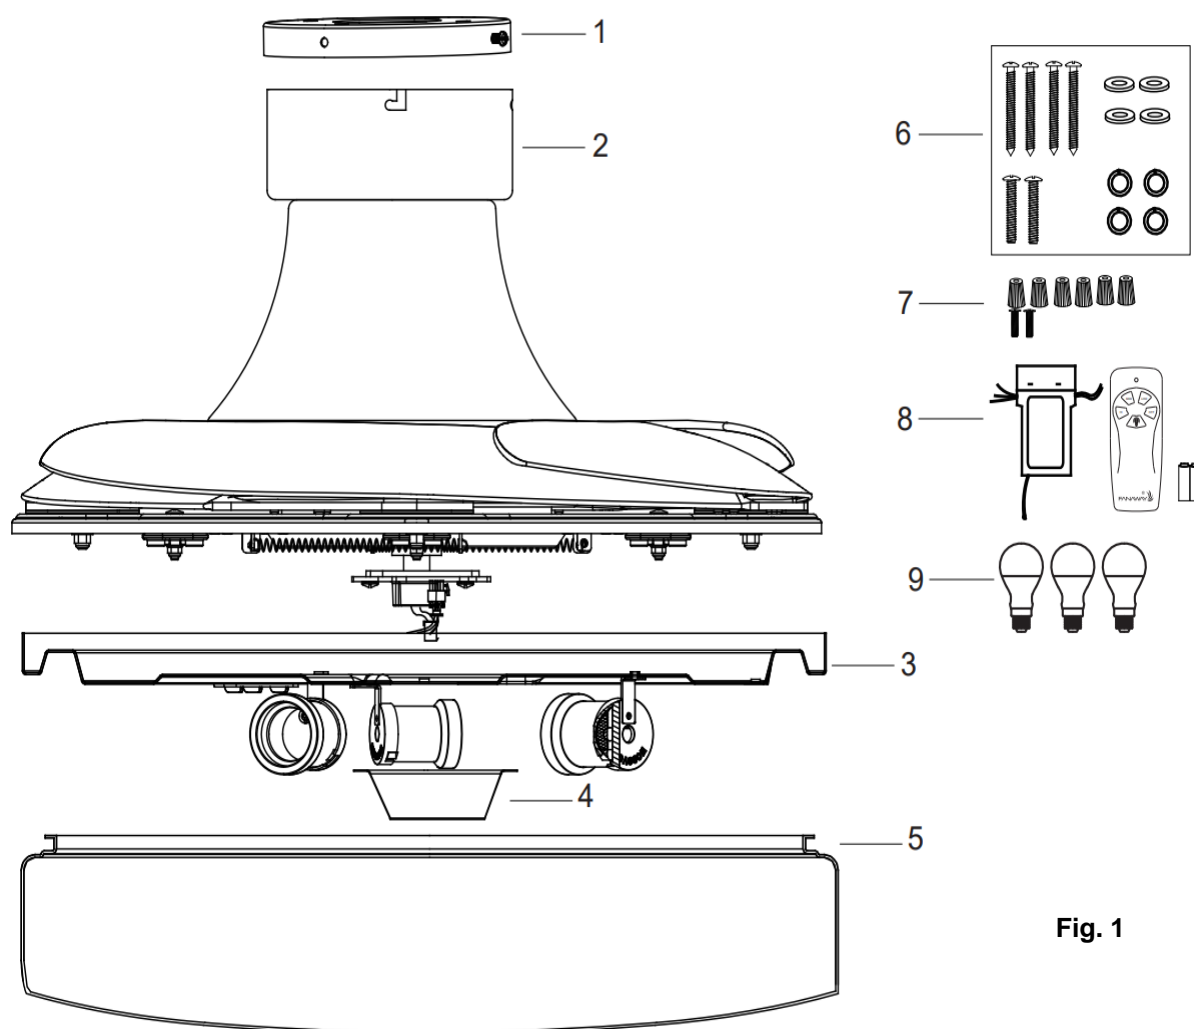

Fig. 1
- Examine e identifique las piezas. Consulte la **Fig. 1**.